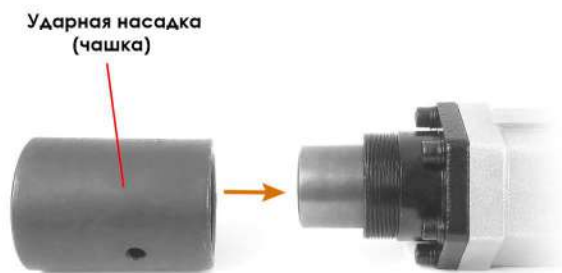

Рис.1
2. Проверьте состояние ударного инструмента (чашки), при необходимости замените ее (Рис. 1).